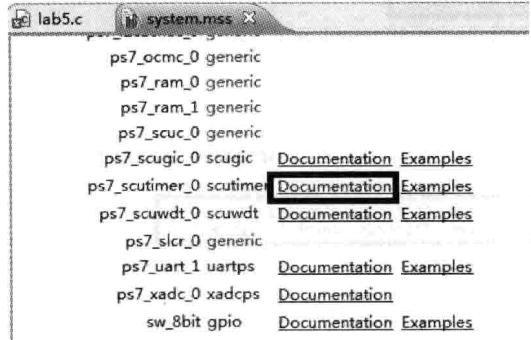

图 4.87 单击 Documentation
(20) 从右侧窗口中选择 lab5.c 文件。
(21) 单击 Finish 按钮。
(22) 选择 system.mss 标签。
(23) 如图 4.87 所示,找到 ps7\_scutimer\_0,单击 Documentation。